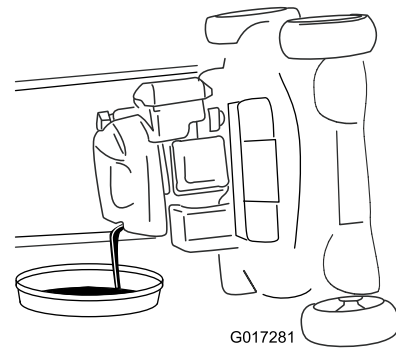

Figura 33
4. Ponga la máquina de lado (con el filtro de aire hacia arriba) para drenar el aceite usado del tubo de llenado de aceite (Figura 33).